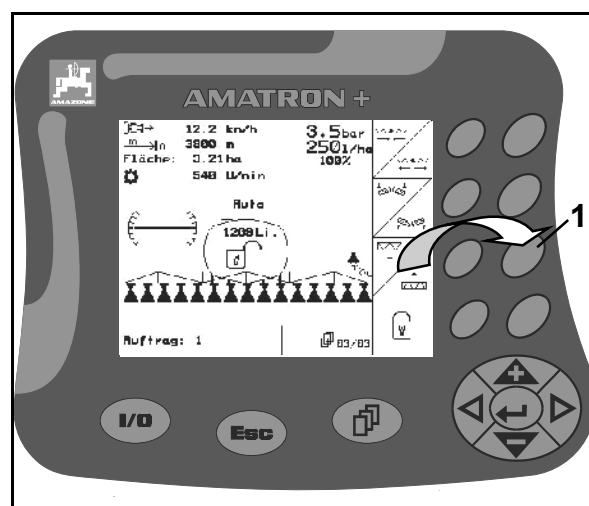

Fig. 14
1. Betätigen Sie die dem Funktionsfeld zugeordnete Funktions-Taste (Fig. 14/1), um das Spritz-Gestänge anzuheben.